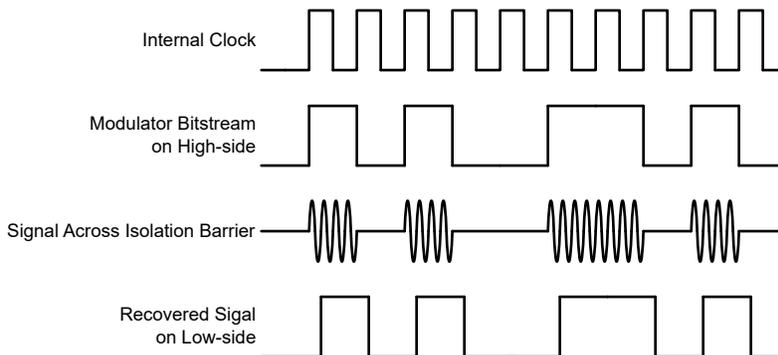

图 7-1. 基于 OOK 的调制方案
如图 7-1 中所示，AMC0x30R 使用开关键控 (OOK) 调制方案跨过基于 SiO_2 的隔离栅传输调制器输出位流。发送驱动器 (TX) 如 功能方框图 中所示。TX 跨过隔离栅发送一个内部生成的高频载波来表示数字一。而 TX 不发送信号则表示数字零。AMC0x30R 内使用的载波标称频率为 480MHz。